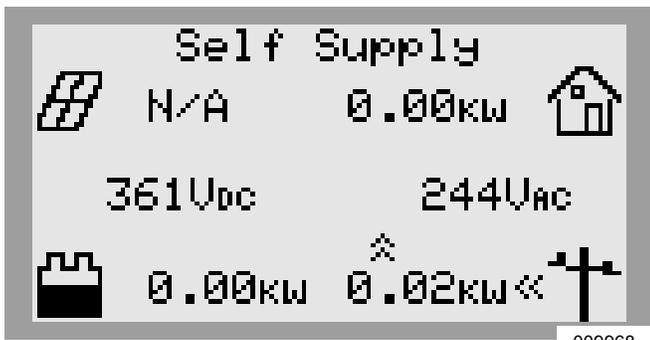

Figura 3-7. Selección de modos de sistema (5 de 5)
- Consulte la **Figura 3-7**. Verifique que el modo indicado en la parte superior de la pantalla de inicio sea el modo deseado.